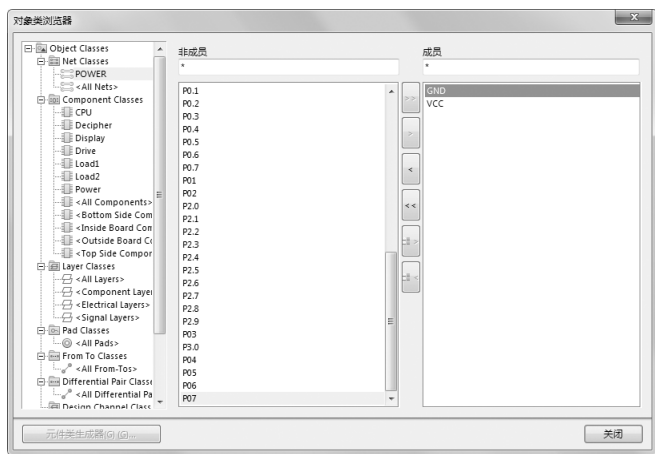

图 15-56 显示属性
(2) 右键单击鼠标“Net Classes”（网络类）选项，在弹出的右键快捷菜单中单击“添加类”命令，在该选项中将新增一项分类（New Class）。
(3) 选择该分类，右键单击鼠标，在弹出的右键快捷菜单中单击“重命名类”命令，将其名称改为“POWER”，右侧将显示其属性，如图 15-56 所示。